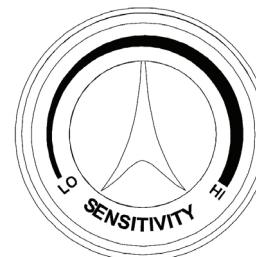

Рис. 5
7.7 Регулятор чувствительности (рис.5) позволяет настроить время реагирования сенсора затемнения фильтра. Настраивается в соответствие с многими факторами, такими как: сварка в помещениях или в открытом воздухе, сварка с малым током или сварка в тёмных условиях особенно для АДС с низким током.